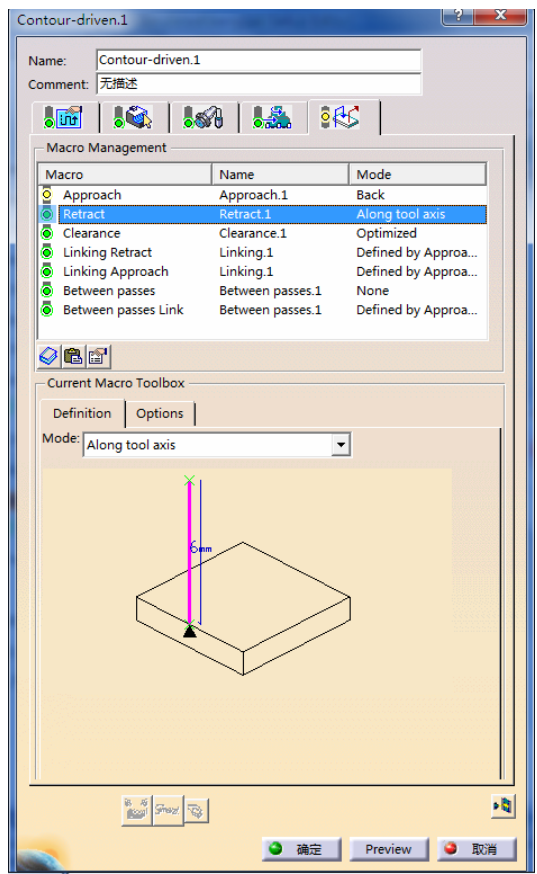

图 3-168 设置“Retract”参数（8）
- 在“Macro Management”区域的列表框中选择“Retract”, 单击鼠标右键, 在弹出的快捷菜单中选择 Activate 命令, 在“mode”下拉列表中选择“Along tool axis”, 设置“Retract”参数(8)如图 3-168 所示。